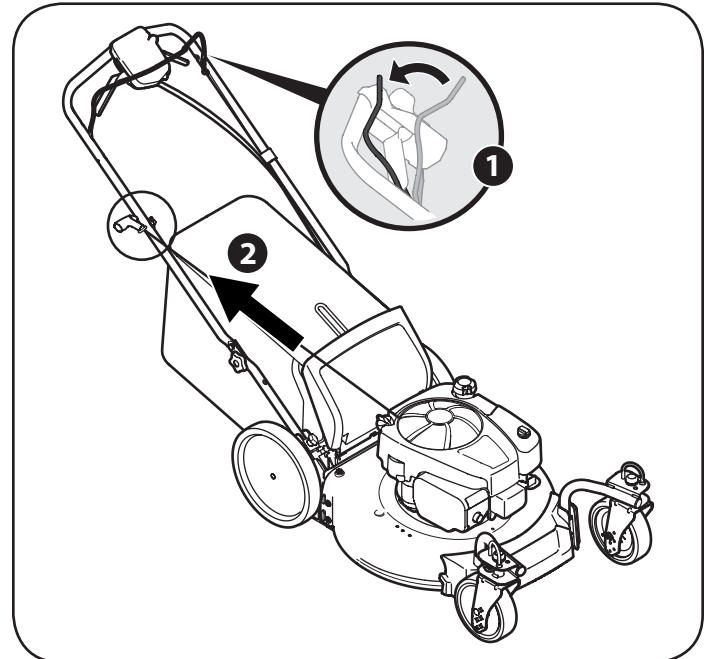

Figura 14
2. Sostenga firmemente las dos manijas juntas, tome la manija del arrancador de retroceso y tire de la cuerda para sacarla con un movimiento rápido y continuo. Vea la Figura 14. Mantenga firme la manija del arrancador, deje que la cuerda regrese lentamente al arrancador. Repita hasta que el motor esté en marcha. Deje que la cuerda se enrosque lentamente de regreso.
3. Gire la válvula de combustible a la posición OFF. Consulte la Figura 14 inserción en la sección Operación.